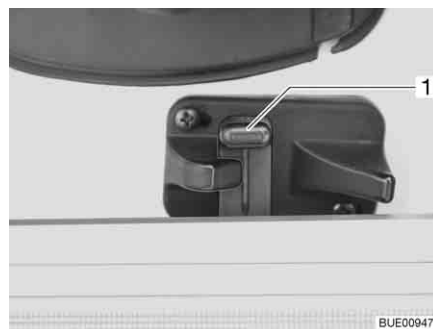

Fig. 37 Verrouillage dans la porte
- Repousser le levier de déverrouillage (Fig. 37,1).
- Ouvrir la porte à moustiquaire et verrouiller dans la porte cellule (Fig. 37).